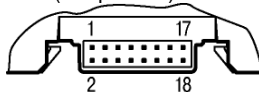

Рисунок 7.1
7.1.1 Перед установкой необходимо проверить, что соединитель вставлен в модуль (см. рис. 7.1); а также защелки, фиксирующие модуль на DIN рейке (оранжевого цвета), закрыты. Запрещается монтаж модуля с предварительно подключенными к входным цепям проводами.